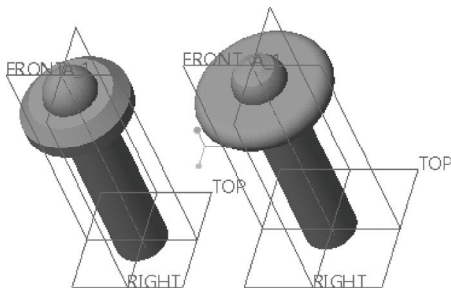

图 10-69 插入的两个功能元件
4) 继续在组件中插入所需的功能元件。单击 （功能）按钮，弹出“打开”对话框，选择随书光盘配套的“bc_10_hh_4.prt”文件，单击“打开”按钮，在功能区出现“元件放置”选项卡，直接单击 （完成）按钮。此时插入的两个功能元件如图 10-69 所示。